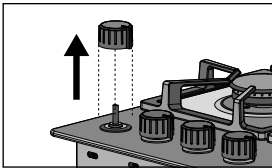

Figura 41
- Retire las perillas que controlan el paso halándolas con cuidado (Ver figura 41).